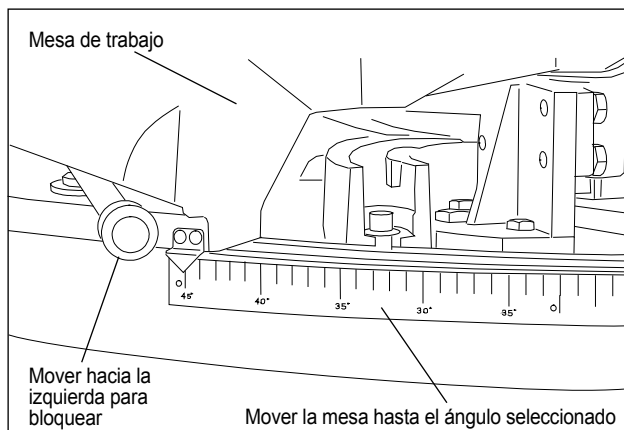

Figura 8: Sujeción de la mesa de trabajo
2. Mueva el cabezal oscilante hacia la izquierda hasta que el puntero se fije en el ángulo deseado (vea la Figura 8).